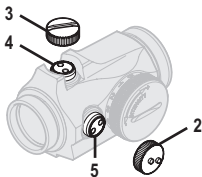

Fig. 2 Retrait des caches
- Ouvrez les protège-lentilles (11) et (12).
- Tournez le commutateur (8) dans le sens des aiguilles d'une montre jusqu'à ce que le point rouge contraste suffisamment avec la cible.
- Pour accéder aux vis de réglage en site (4) et en azimut (5), retirez le cache de réglage (2) et le couvercle (3). Voir Fig. 2.